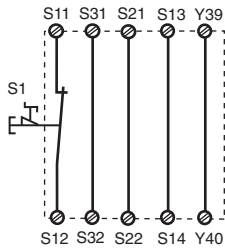

Fig. 2: Eingangskreis einkanalig, automat. Start/Single-channel input circuit, automatic reset/Commande par 1 canal, validation automatique
In Fig. 2 ... Fig. 10 sind Anschlussbeispiele für Not-Halt-Beschaltung mit automatischem und überwachtem Start, Schutzürsteuerungen sowie Kontaktvervielfachung durch externe Schütze dargestellt.
- Fig. 2 und 7: **keine** Verbindung S33-S34
In Fig. 2 ... Fig. 10 are connection examples for Emergency Stop wiring with automatic and monitored reset. Safety gate controls as well as contact expansion via external contactors.
- Fig. 2 and 7: S33-S34 **not** connected
Les figures 2 à 10 représentent les différents câblages possibles du PNOZ XV2 à savoir : poussoir AU avec réarmement automatique ou auto-côntrolé, interrupteurs de position et augmentation du nombre des contacts de sécurité par contacteurs externes.
- Fig. 2 et 7: **pas** de câblage sur S33-S34